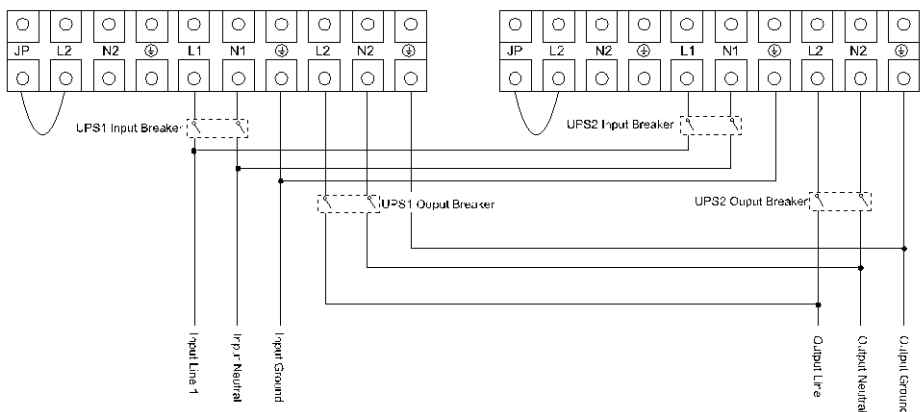
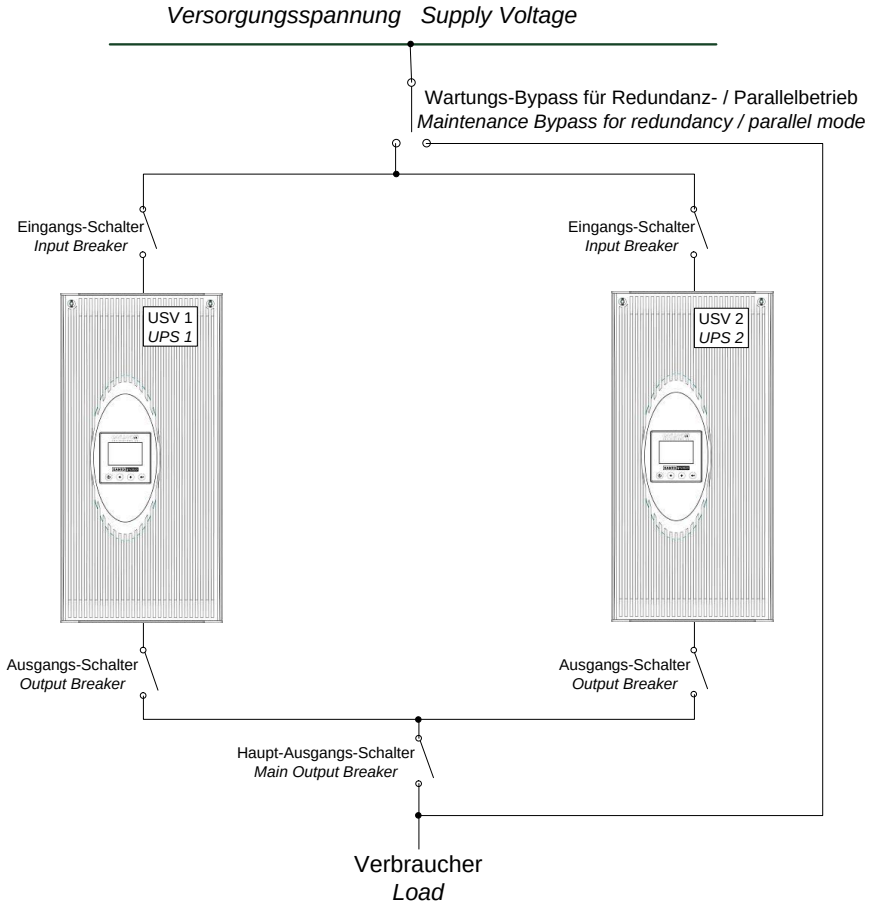

Abbildung 29: Anschlussplan 1 Parallelschaltung
Abbildung 30: Anschlussplan 2 Parallelschaltung
2. Verbinden Sie die Ein- und Ausgänge der USV-Anlagen gemäß Abbildung 29 und Abbildung 30 mit den einzelnen Leistungsschaltern (jeweils 2-polig für L und N, Leistungsschalter nicht im Lieferumfang). Achten Sie darauf, dass alle Leistungsschalter geöffnet sind.
3. Außerdem empfiehlt ONLINE einen zusätzlichen Wartungs-Bypass (nicht im Lieferumfang) für den Verbund zu installieren (siehe Abbildung 30).
4. Legen Sie bei jeder USV-Anlage die Brücke zwischen L2 und JP ein (siehe Abbildung 29).